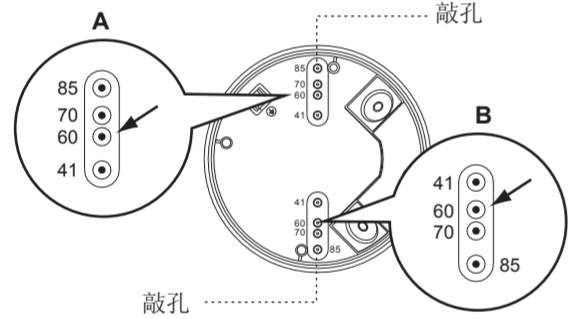

图 14-A
3.4.3.1 组合式接线盒的底罩上有 4 对敲孔，间距从 41 mm 至 85 mm 不等，可选择用于不同的安装应用（见图 14-A）。在两端选择对应距离的相同数值以便于固定（见图 14-B）。